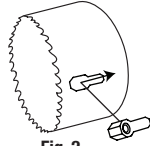

Fig. 2
- Insert stop in slot and slide rearward towards back plate (Fig. 2).
- Inserte el topo en la ranura y deslice la parte posterior hacia la placa posterior (Fig. 2).
- Insérer la butée dans une fente et la faire glisser vers l'arrière, en direction de la plaque arrière (Fig. 2).